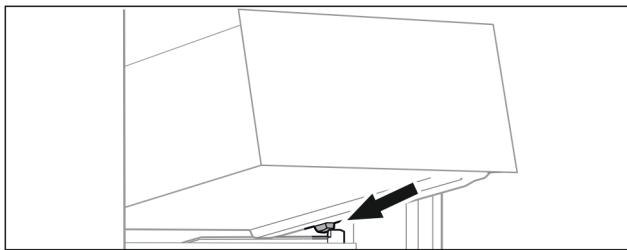

Fig. 58
- ▶ Schubfach schräg hinter den Stopfern auf Behälterrippe aufsetzen. (siehe Fig. 58)